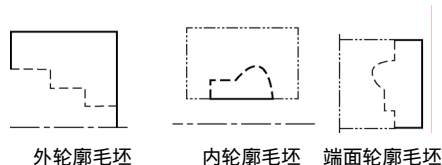

图 3-2 毛坯轮廓示例
(3) 毛坯轮廓 针对粗车,需要制定被加工体的毛坯。毛坯轮廓是一系列首尾相接曲线的集合,如图 3-2 所示。